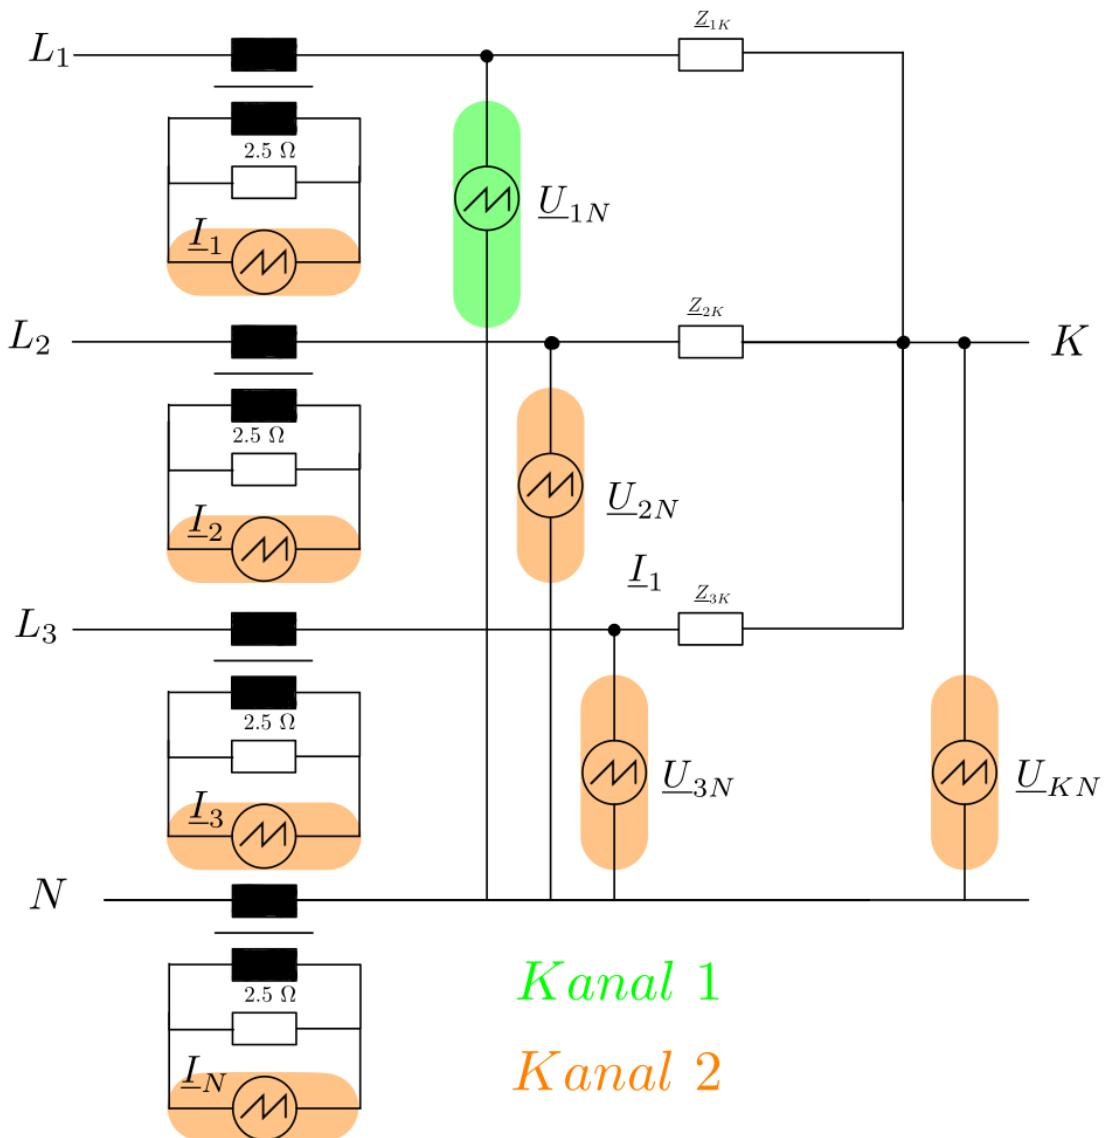

Abbildung 9: Skizze der Messschaltung - Symmetrische Drehstromlast ohne Kompensation
- Ermitteln Sie den tatsächlichen Auslösestrom des FI-Schutzschalters durch Mittelwertbildung aus drei Messungen, benutzen Sie dazu Multimeter und den FI-Tester aus Bild 9. Nutzen Sie dazu die Min/Max-Funktion des Multimeters. Stellen Sie das Potentiometer auf einen großen Wert ein und verkleinern Sie dann langsam den Widerstandswert. Der Auslösestrom kann dann am Multimeter abgelesen werden.